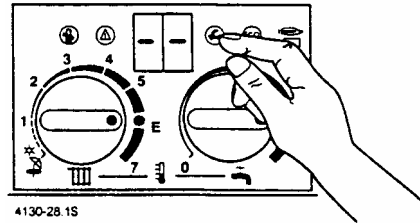

Рис. 38
- Нажать и держать сервисную кнопку до появления на дисплее “- -” (рис. 38).